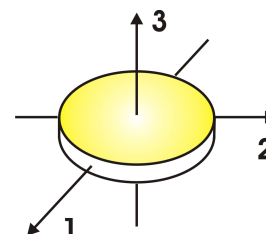

Abbildung 1
- Was sind Trägheitsmomente, was sind Hauptträgheitsmomente? Wie lässt sich das Trägheitsmoment  $J_3$  in Abb. 1 für einen Zylinder berechnen?